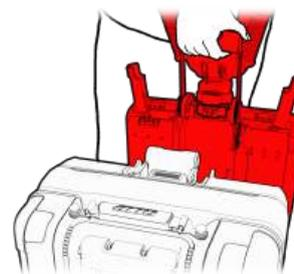

Figura 52
4. Spostare il telaio anteriore dal manubrio e separarlo dal telaio posteriore (vedere Figura 52).